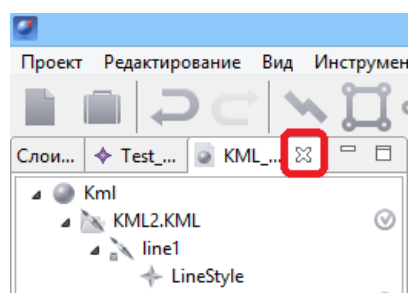

Рис. 34: Закрытие редактора KML
6. Закройте редактор KML (рис. 34).